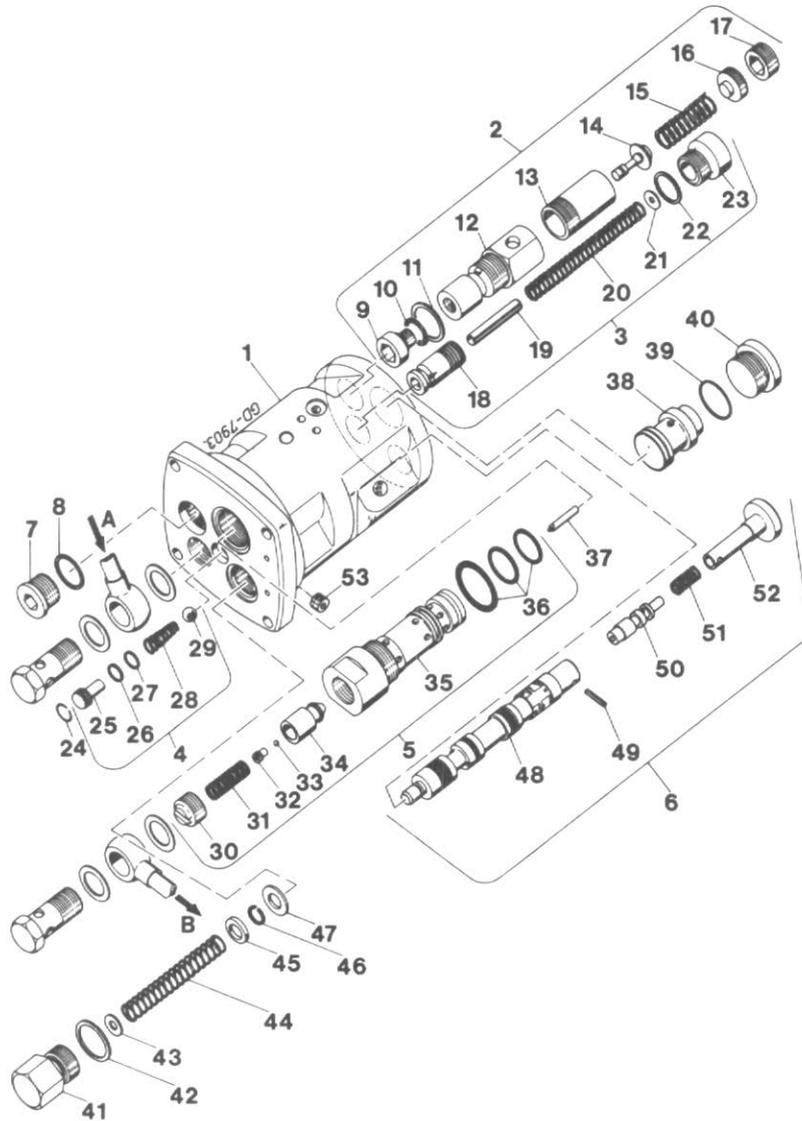

Fig. 27
SPECIFICATIONS, Fig. 27
CLAPET DE SECURITE PRINCIPAL (2, Fig. 27)
Déposez le bouchon d'extrémité (7, Fig. 27). Desserrez le bouchon de retenue du joint torique (9) pour détendre le joint torique (10).
(Les N° de repère sont les mêmes que sur la Fig. 27)
CLAPET ANTI-RETOUR (4, Fig. 27)
CLAPET DE MISE EN PRESSION (3, Fig. 27)